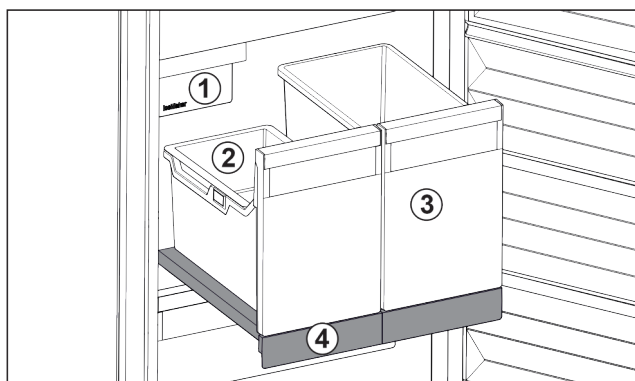

Fig. 17 Выдвижная панель с IceTower
На выдвижной панели находятся два высоких контейнера (IceTower). В контейнере Fig. 17 (2) собираются и хранятся кубики льда из IceMaker. Контейнер Fig. 17 (3) подходит для хранения высоких продуктов, таких, как пицца или алкогольные напитки.